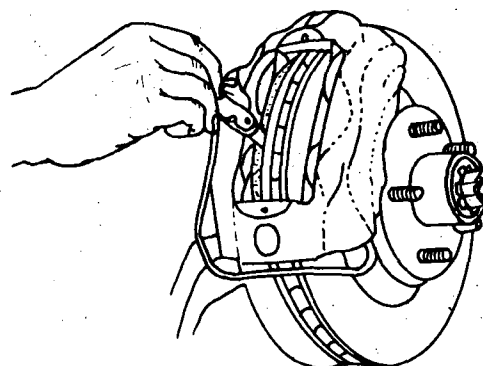

Fig. 10
- a Meça a tolerância entre as pastilhas de freio e o disco, asse gurando-se de que coincidam com as especificações (fig. 10).